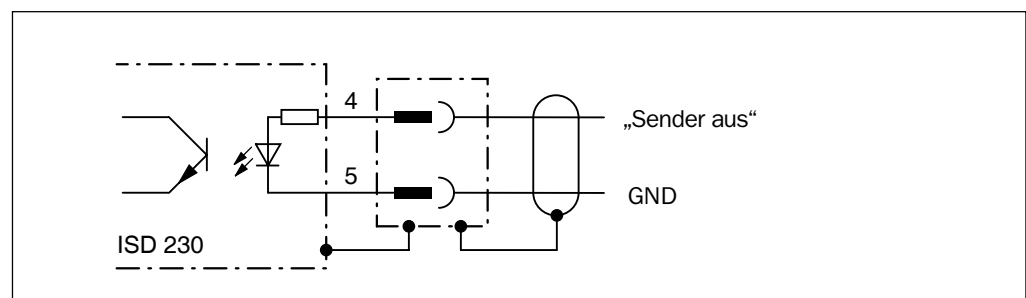

Abb. 5-8: ISD 230: Anschlussbild des PNP-Eingangs „Sender aus“
- Der Schalteinang „Sender aus“ kann verwendet werden, um bei Bedarf den Sender der Geräteeinheit auszuschalten. Hierzu sind DC +24 V anzulegen. Abb. 5-8 und Tab. 5-7 stellen das Anschlussbild und die Kenndaten des Eingangs dar.